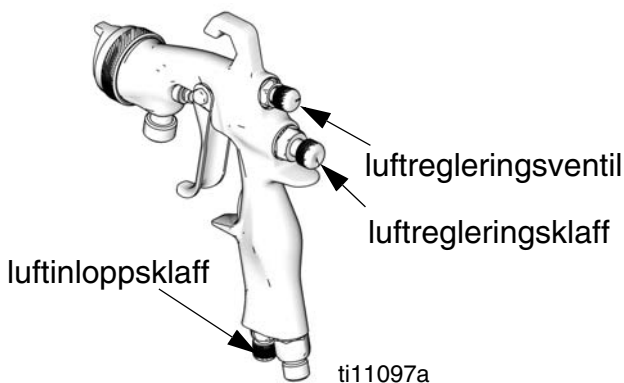

FIG. 3
2. Öppna mönsterinställningsventilen genom att vrida ratten helt moturs för att uppnå fullständigt fläktmönster. Se FIG. 3.
3. Stäng av mönsterluften genom att vrida inställningsratten helt medurs för att få ett runt sprutmönster. Se FIG. 3.